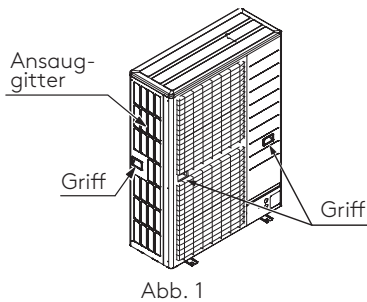
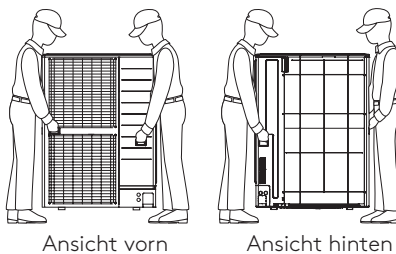

Abb. 1
Abb. 2
- Tragen Sie das Gerät vorsichtig, wie es in Abbildung 2 gezeigt wird. Die Griffe, die in Abbildung 1 gezeigt werden, müssen links und rechts festgehalten werden.